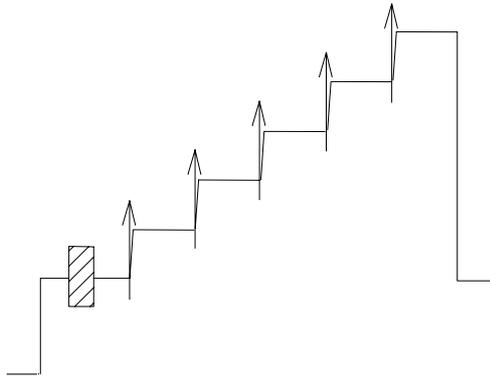

图 5 亮度非线性失真测试信号 (5 阶梯)
4.2 在测试碟常规测试中选中“亮度非线性失真”，播放“亮度 5 阶梯”信号，信号波形及测试点如图 5 所示：
- b. 按 Menu 键，选择 Acquire，再选择 AutoScan，测试点自动调节至如图 5 所示，选择 Exit 退出。